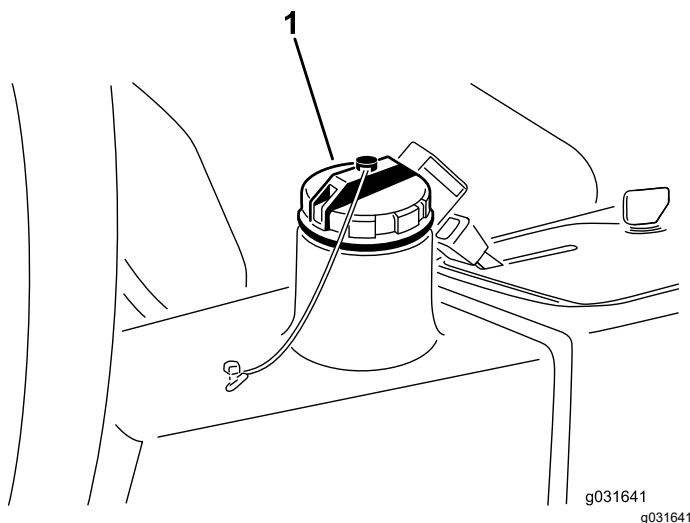

図 64
4. 油圧オイルタンク 図 64に約 13.2 リットルの油圧オイルを入れる 油圧システムを点検する (ページ 49)を参照。